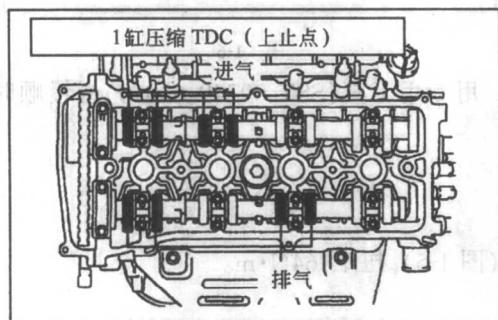
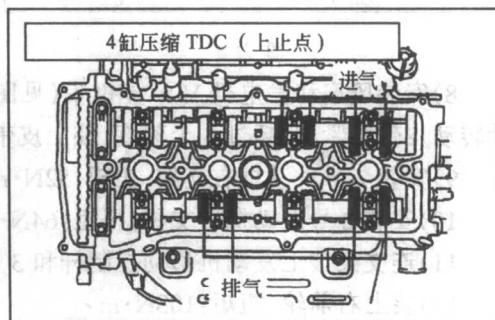

图 1-9
图 1-10
(1) 检查图 1-9 所示的气门间隙。用厚薄规测量气门挺柱与凸轮间的间隙, 记下超过标准的间隙值, 用于计算更换的垫片厚度。气门间隙标准(冷), 进气门: 0.19~0.29mm, 排气门: 0.30~0.40mm。
(2) 顺时针转曲轴一圈(360°), 让 4 缸处于压缩 TDC(上止点)位置。
(3) 检查图 1-10 所示气门间隙。用厚薄规测量气门挺柱与凸轮间的间隙, 记下超过标准的间隙值, 用于计算更换的垫片厚度, 气门间隙标准(冷), 进气门: 0.19~0.29mm, 排气门: 0.30~0.40mm。